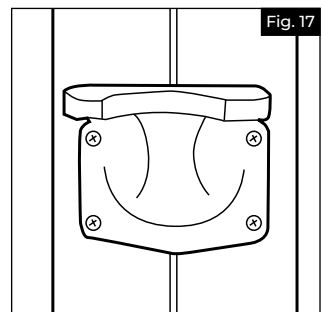

Fig. 17
- Serrer l'assemblage de main courante de coin contre le support de coin intérieur. Au moyen d'une mèche de $\frac{1}{8}$ po (3,2 mm), percer des avant-trous, et fixer le support à l'aide des vis fournies (Fig. 17).